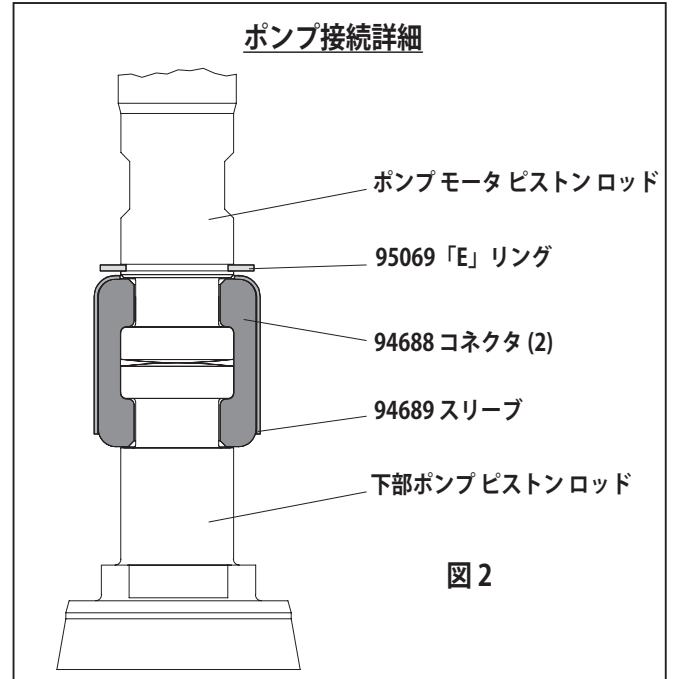

図 2
5. E リング ペンチを使用して、(95069) 保持リングを十分上方に移動し、(図 2 参照) 2 つのコネクタを解放するスリーブにスライドします。空気モーターは脇に置きます。